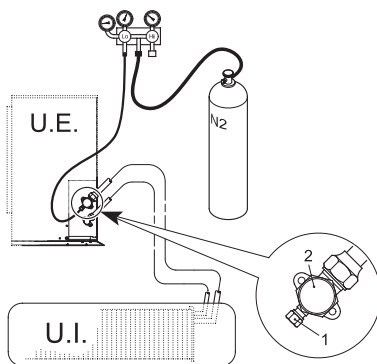

fig. 21 -
- Cu supapele de serviciu ale unității externe complet închise, scoateți dopul prizei de serviciu (1-"fig. 21 -") și duza (2-"fig. 21 -") supapei de gaz (cea mai mare)